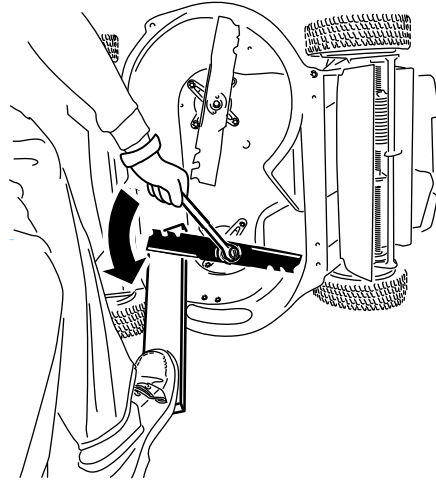

Figura 40
1. Utilice un bloque de madera para inmovilizar cada cuchilla y gire el perno de la cuchilla en el sentido contrario a las agujas del reloj, según se muestra en Figura 40.